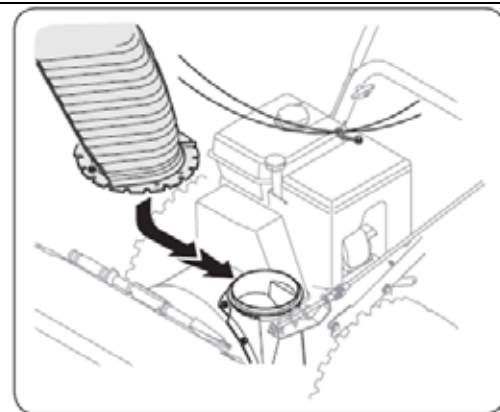

Рис. 4
3. Установите желоб в сборе на основание желоба, как показано на Рис. 4. Убедитесь в том, что зубцы заслонки зашли в зацепление со спиральным концом рычага управления направлением выбросом и два фланцевых кронштейна расположены ниже фланца основания желоба.